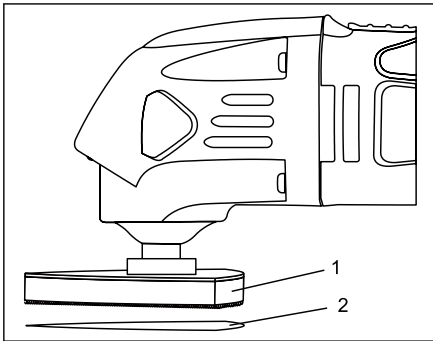

Fig. 3
1. Instalul la hokon kaj loopon de sablo (1) sur la ilo (Fig. 3).
2. Konfirmu firme la sakon (2) sur la hokon kaj loop-padon.